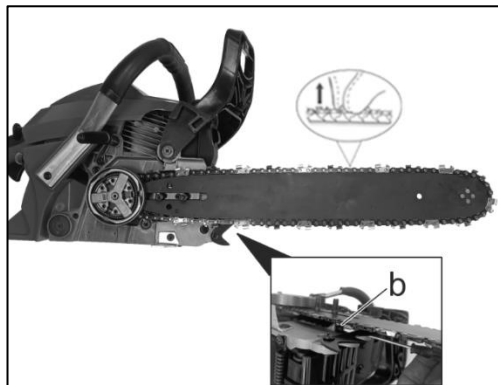

Fig.10
- 4) Visser (dans le sens horaire) la vis (b) tendeur de chaîne. Une bonne tension de la chaîne permet de soulever la chaîne (avec 2 doigts) et de voir entièrement une dent d'entraînement (Fig. 10).